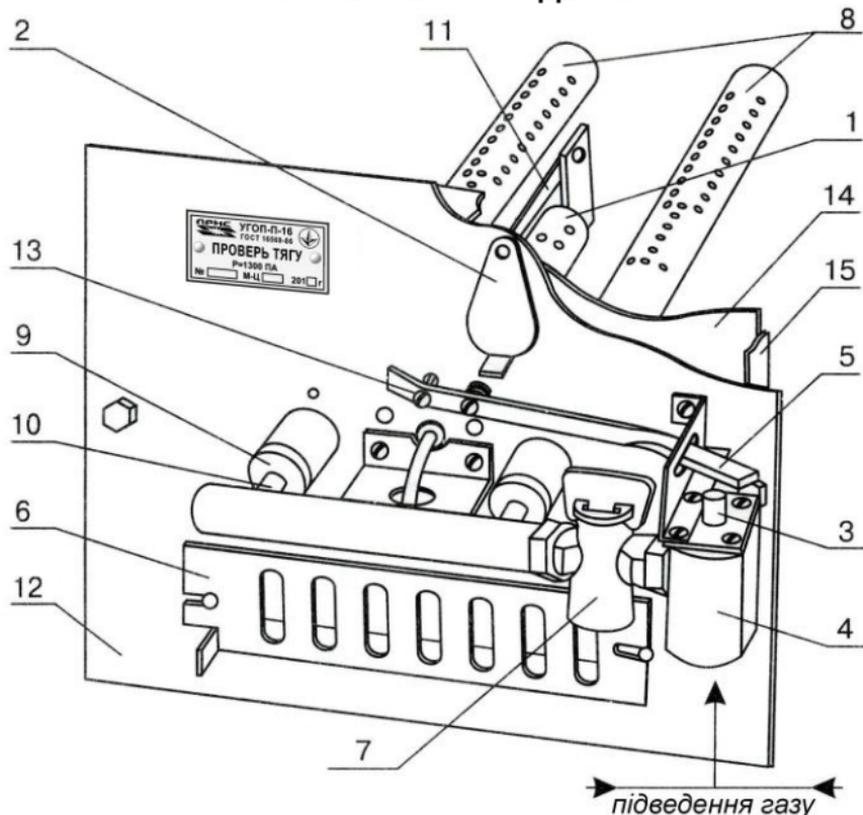
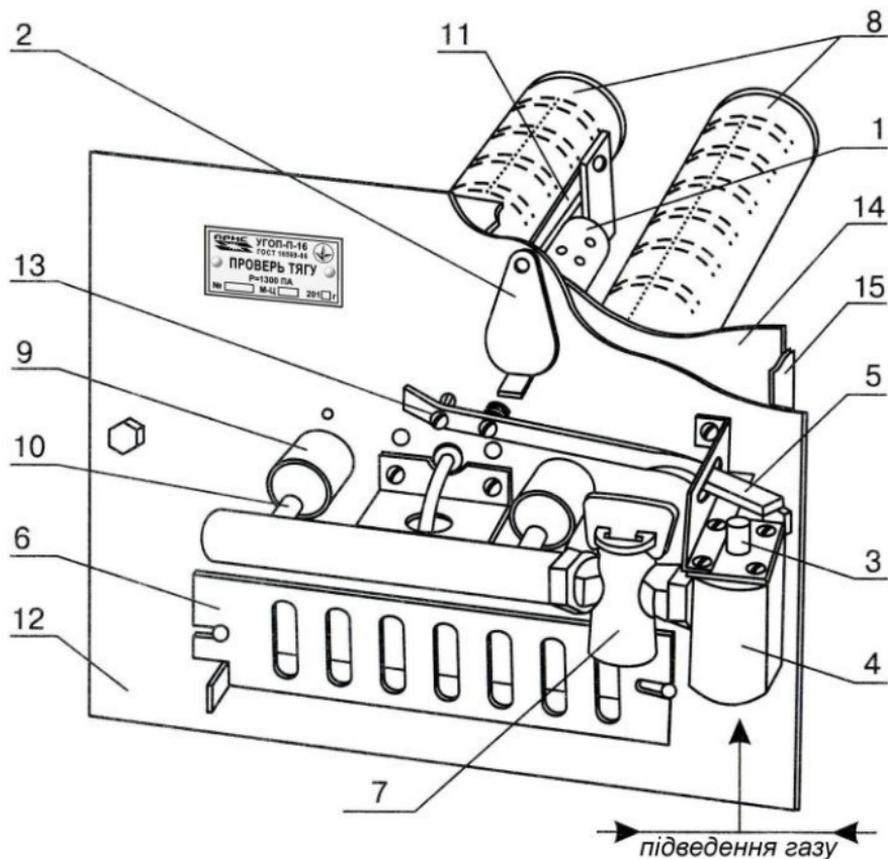

Рис.1: Основні вузли і деталі УГОП-П-16(-05)
Рис.2: Основні вузли і деталі УГОП-П-16(-051) з мікрофакельними пальниками
7.4. Відрегулювати положення важеля 5 за допомогою регулювального гвинта 13 (рис. 1). При обертанні гвинта 13 за годинниковою стрілкою, відстань між важелем 5 і кнопкою 3 клапана 4 збільшується. А при обертанні гвинта 13 проти годинникової стрілки, відстань між важелем 5 і кнопкою 3 зменшується. Нормальне положення важеля на відстані 3-4 мм від кнопки. Остаточне регулювання положення важеля виконується за часом спрацьовування клапана після згасання запальника див. п.п. 8.6. даної інструкції.
а) відкрити кран на газопідвідній магістралі, переконавшись, що кран 7 (рис. 1 и рис. 2) закритий;
8.4. Відрегулювати якість горіння газу на пальниках 8 за допомогою регуляторів 9 (рис.1). При обертанні регуляторів
При палаючому запальнику 1 (рис.1; 2) перекрити кран перед входом в пристрій. Після згасання полум'я на запальнику датчик 11 остигає і зсуває важіль 5 протягом не більше ніж 60сек. з кнопки 3 клапана 4, який під дією пружини перекриває доступ газу в газопальниковий пристрій.